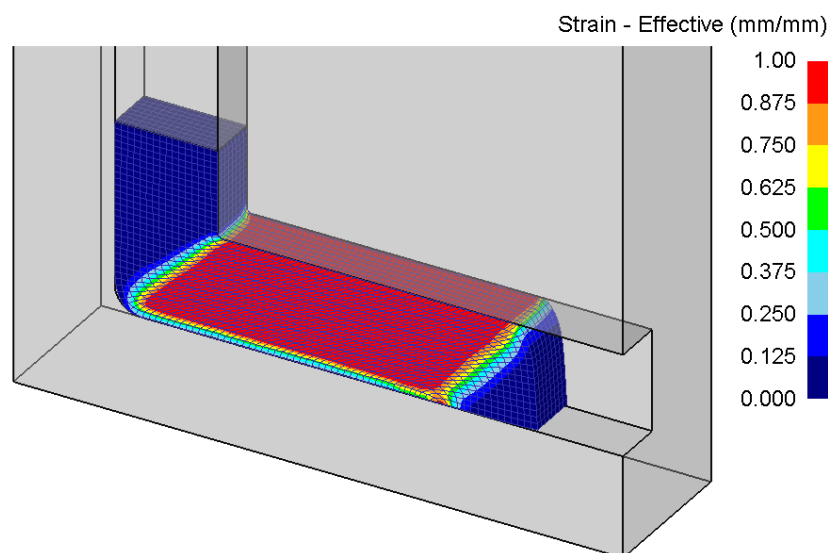

Рис. 2. Интенсивность деформации в материале заготовки в процессе РКУП
Задание: согласно варианту (табл. 1) с применением CAD/CAE систем КОМПАС и QForm 2D/3D смоделировать и проанализировать процесс равноканального углового прессования (РКУП), реализующего деформацию массивных образцов простым сдвигом. По результатам моделирования определить: 1) усилие деформирования; 2) интенсивность деформации в материале заготовки (рис. 2). Полученную деформацию сравнить со значениями, рассчитанными по аналитическим формулам (1)-(4). Моделирование выполнить в двух вариантах: 2D и 3D.